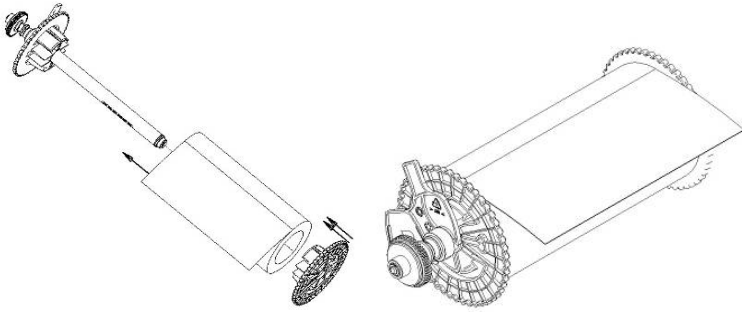

图 2.4.3
- 3) 按图示方式将纸卷安装在纸卷芯轴上（注意纸卷缠绕方向及标尺刻度，确保纸卷对中）（如图2.4.3）；